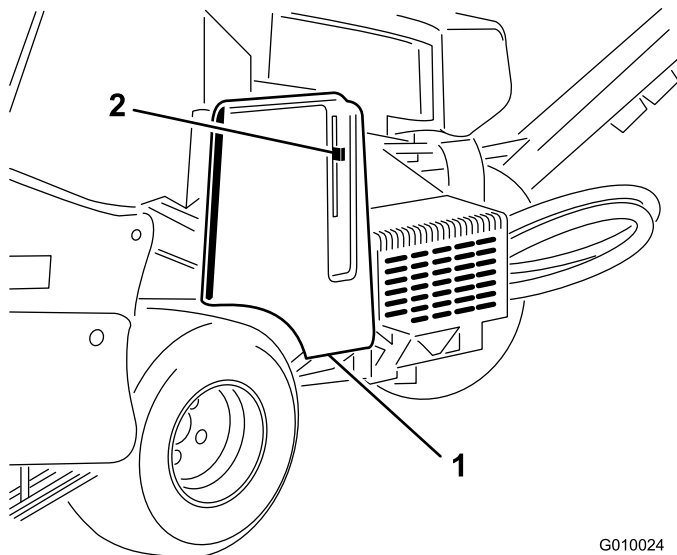

图 17
2. ベルト・カバーのラッチを外し、カバーを取り外す（図 17）。